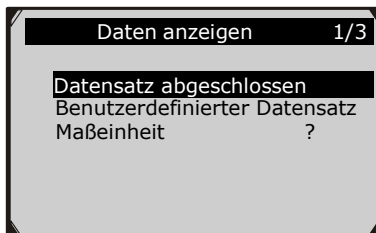

Abbildung 5.13
- 1) Um benutzerdefinierte PID-Daten anzuzeigen verwenden Sie die **AUF/RUNTER** Tasten um **benutzerdefinierte Daten** Anzeige von Datensatz Menü auszuwählen und drücken Sie die **OK** Taste. (Abbildung 5.13)